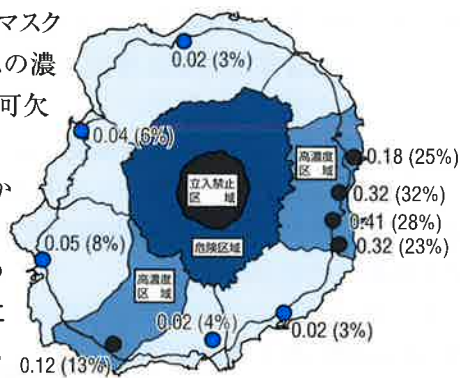

図1 SO2の年平均濃度(1時間値0.1ppm以上の割合)
- 平成15年12月から16年11月の火山ガスSO2の現状での平均濃度と1時間値で0.1ppm以上の割合を図1に示します。